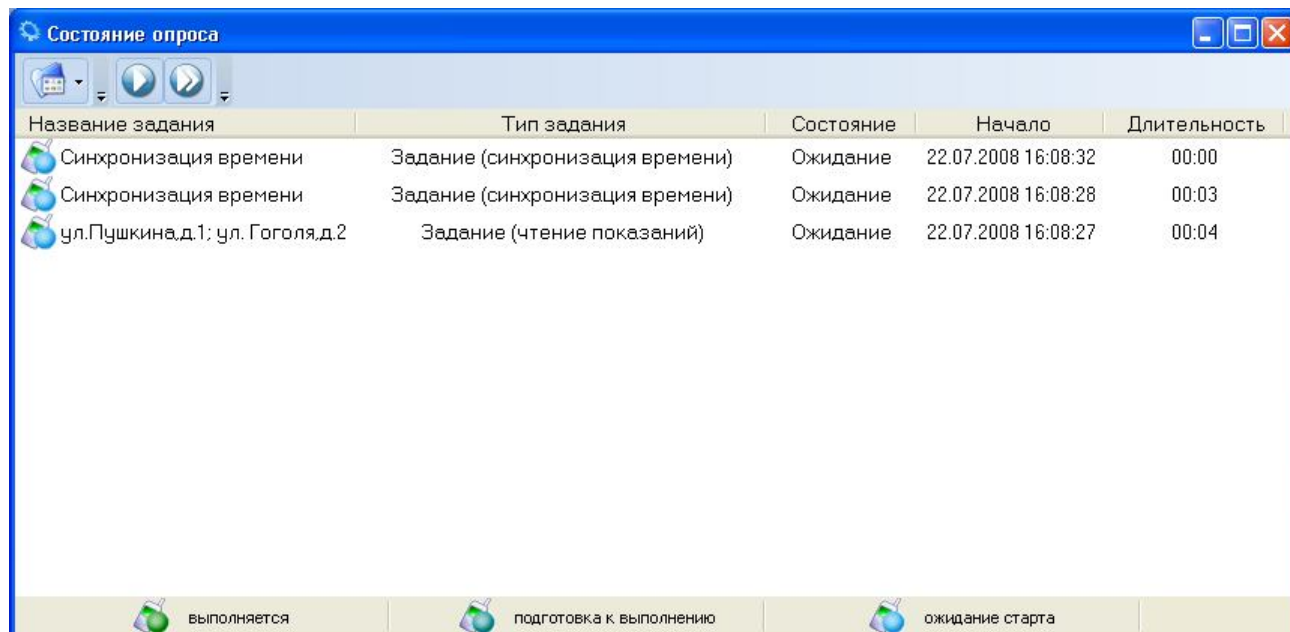

Рисунок 49 - Внешний вид окна подключений
- Опция «Состояние опроса» вызывает открытие окна состояния опроса программы «Сервер опроса» (рисунок 49);